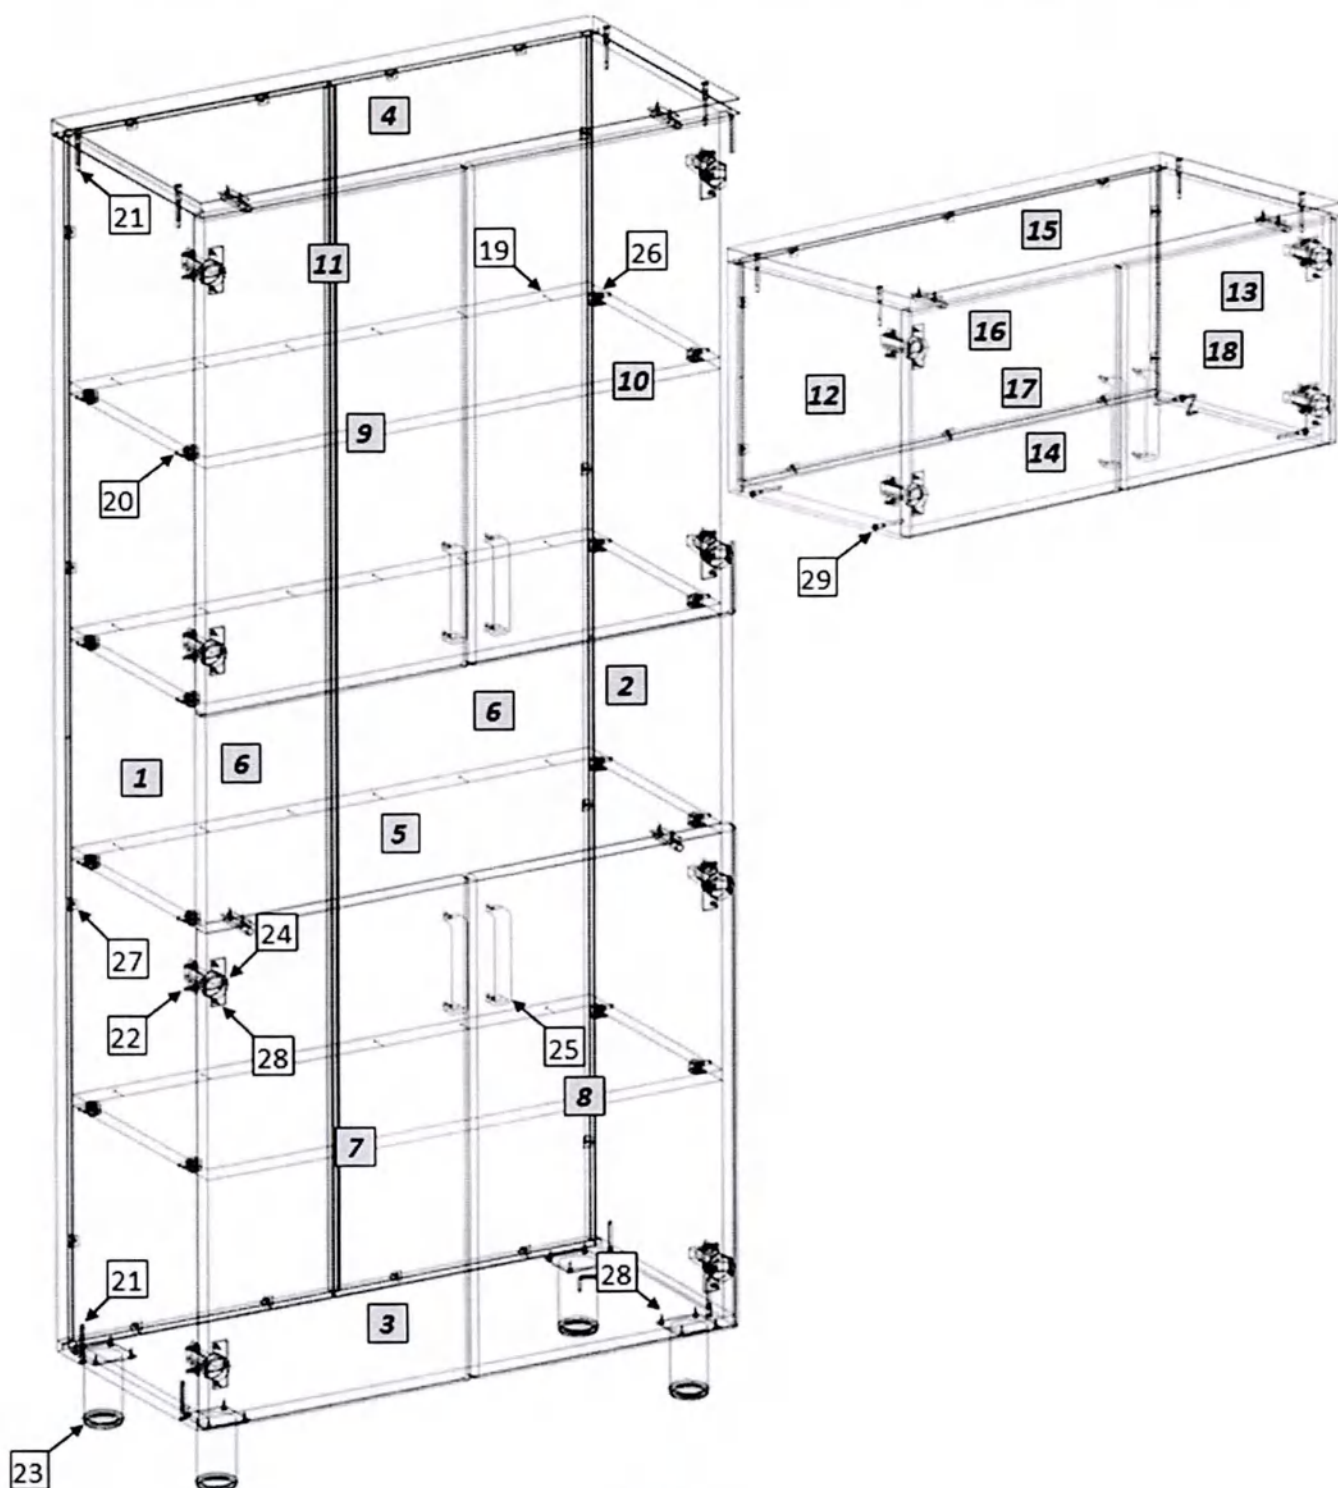

Рис. 1
1. Внимательно ознакомьтесь со схемой сборки, изображённой на рис. 1, сверяясь со спецификацией на изделие. Согласно схеме и спецификации определите расположение деталей в изделии и порядок их сборки. Сборка производится на ровном полу, укрытом материалом, предотвращающим повреждение покрытия пола и деталей мебели. Подготовьте необходимые для сборки инструменты – плоскую и крестовую отвёртки, молоток, рулетку или линейку.
2. На боковых стенках (1,2) установите ввинчиваемые дюбели эксцентриковых стяжек (11). Установите монтажные планки петель (13). На горизонтальных стенках (5) установите эксцентриковые стяжки (17). Евровинтами (12) соедините боковые стенки (1,2) с горизонтальной нижней стенкой (3) и крышкой (4), установив в пазы задние стенки (6). В стык задних стенок устанавливается соединительный профиль (9). Закрепите задние стенки в пазах уголками (18). Установите и закрепите горизонтальные стенки (5), гвоздями (10) зафиксируйте к ним задние стенки. На горизонтальной нижней стенке (3) шурупами (19) закрепите опоры (14).
3. На дверях (7,8) шурупами 4×16 (19) закрепите петли (15), установите ручки (16). Закрепите двери к боковым стенкам шкафа. Отрегулируйте положение дверей винтами петель.